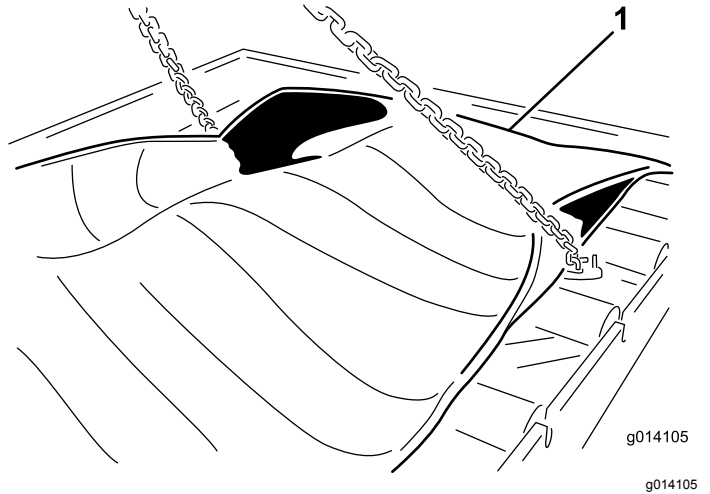

Figura 60
- Retire los 24 pernos para liberar el casete (Figura 60).